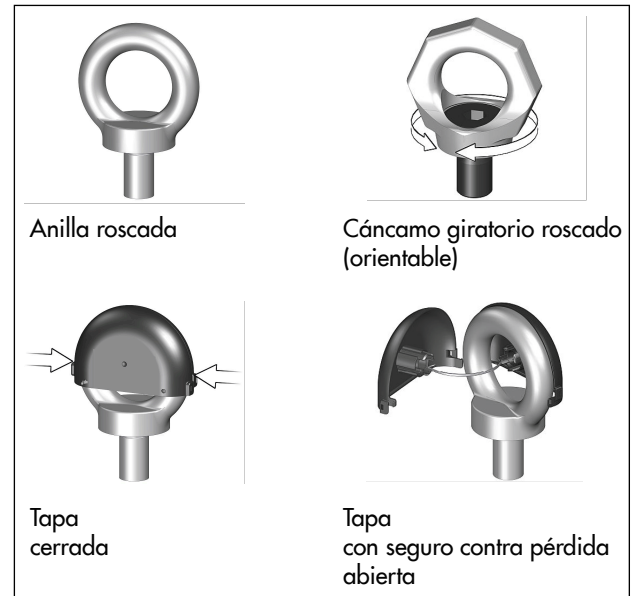

Fig. 4: Seguro contra pérdida en anilla roscada/cáncamo giratorio
1. Abrir y retirar la tapa de la anilla roscada presionando ligeramente las dos uniones clip laterales, ver Fig. 4.
6. Después del montaje: retirar las eslingas de elevación y volver a colocar la tapa de la anilla roscada y cerrarla, ver Fig. 4.